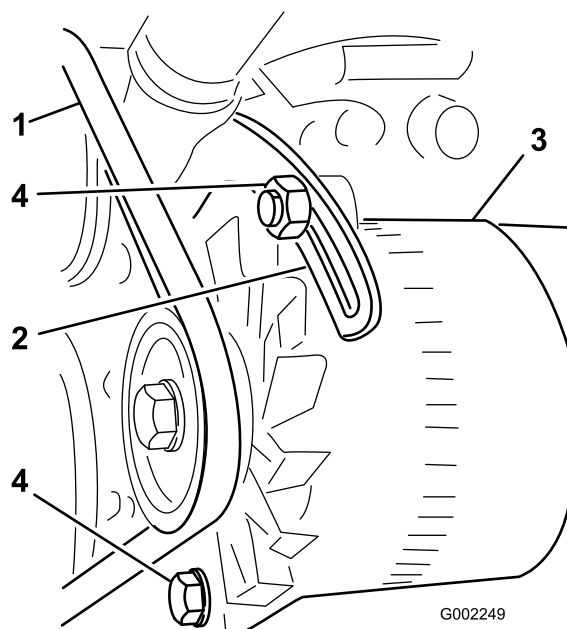

Figura 88
3. Desaperte as porcas que fixam a abraçadeira ao motor e a porca que fixa o alternador à abraçadeira (**Figura 88**).